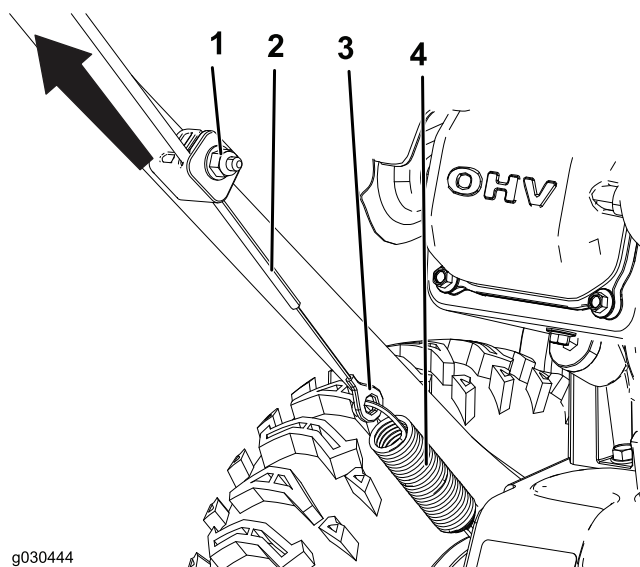

Рисунок 22
1. Ослабьте затяжку гайки нижнего зажима тросика, но не отворачивайте ее полностью (Рисунок 22).
2. Потяните тросик вверх, чтобы уменьшить его провисание (Рисунок 22).
3. Удерживайте тросик на месте и затяните гайку (Рисунок 22).